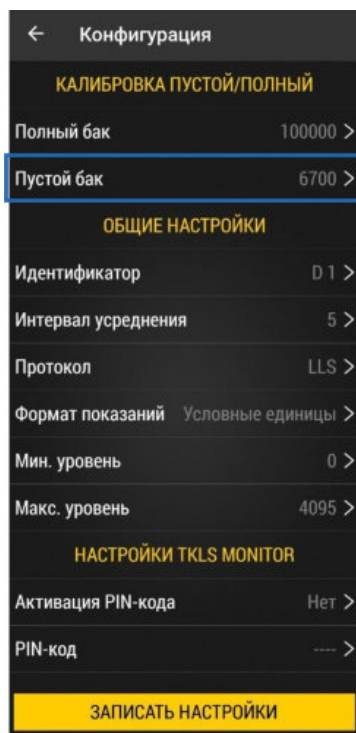

Рис.17. Меню «Конфигурация».
- В меню «Конфигурация» выберите «Пустой бак» (**Рис.17**). Откроется меню установки показаний пустого бака. Анимация на экране отображает текущие показания и наличие колебаний.